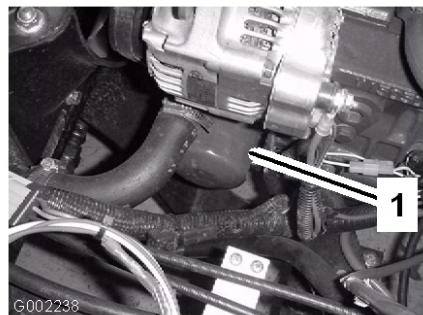

Figure 41
7. Retirez le filtre à huile usagé (Figure 41).
10. Posez le filtre à huile de rechange sur l'adaptateur. Tournez le filtre dans le sens horaire jusqu'à ce que le joint touche l'adaptateur, puis donnez 1/2 tour supplémentaire (Figure 41).